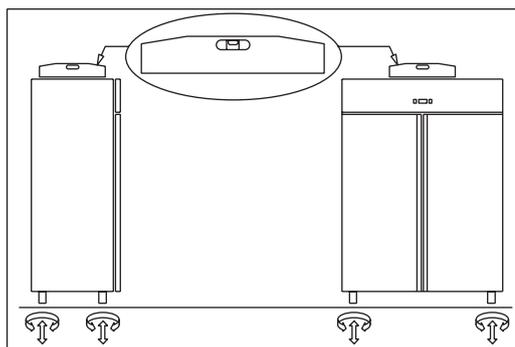

Fig.5
- posizionare l'armadio frigorifero utilizzando una livella con eventuale regolazione dei piedini del basamento metallico (Fig. 5)